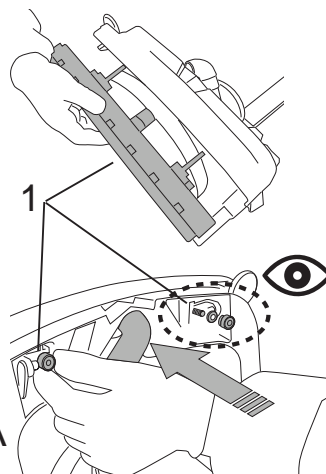

Fig.2A
- Installare lo squeegee anteriore (Fig.2A-Rif.1).